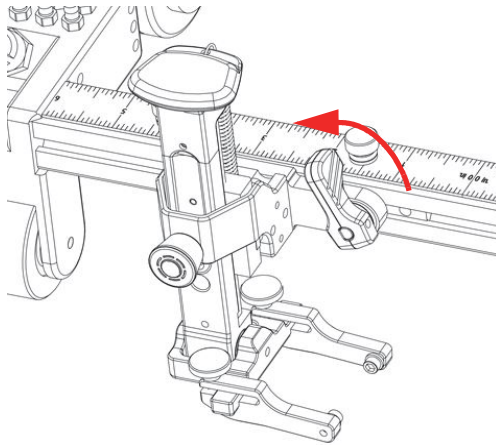

图 2-14 定位杆处于解锁位置
1. 逆时针转动定位杆，解锁探头托架（参见第51页的图 2-14）。